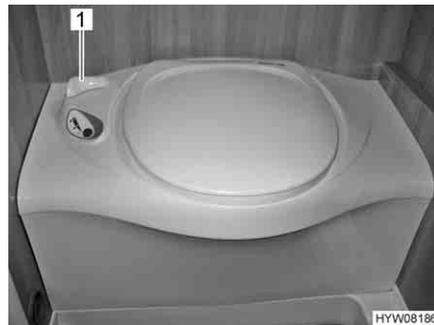

Fig. 201 Toilette Thetford
- Prima di tirare l'acqua, aprire il cursore della toilette Thetford. A tal fine ruotare la leva del cursore (Fig. 201,1) in senso antiorario.
- Dopo aver tirato l'acqua chiudere il cursore. Ruotare la leva del cursore (Fig. 201,1) in senso orario.